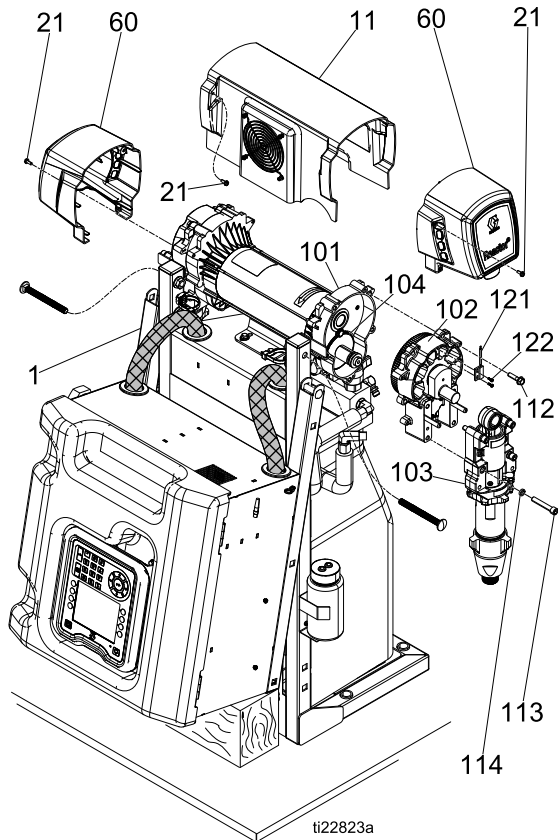

Figure 4
1. 确保防松螺母 (G) 是以平的一侧朝上拧到泵上。将泵拧入轴承套 (M)，直到销针孔对齐。将销针 (F) 推入。将固定线夹 (E) 向下拉。请参见图 4，了解视图和装配注释。
2. 继续将泵拧入轴承套，直到流体出口 (D) 与钢管对齐而且顶部螺纹距离轴承面 (N) 上下 1/16 英寸 (2 毫米)。
3. 用无火花榔头重重击打防松螺母 (G)，使其紧固。
4. 重新连接流体入口 (C) 及出口 (D)。